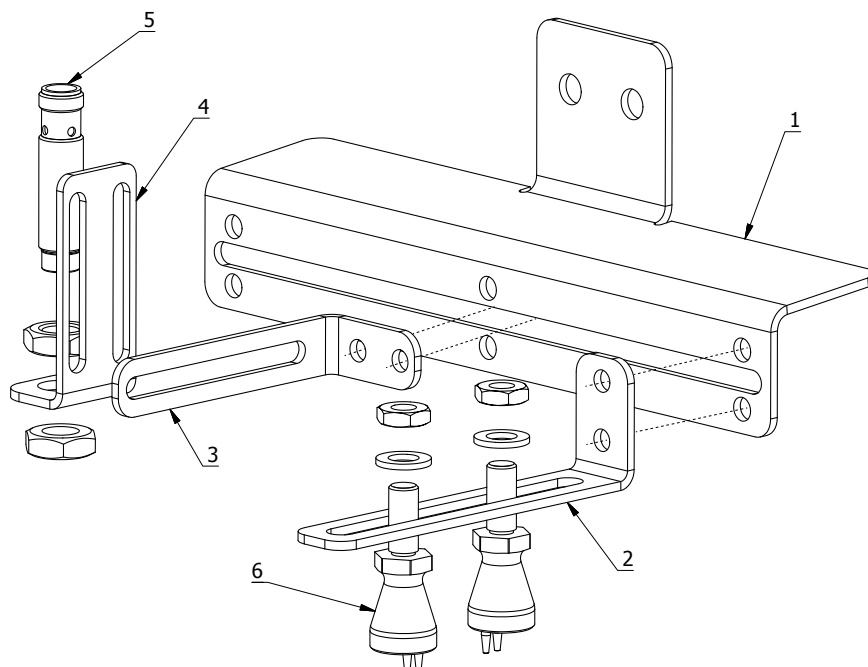

Fig. 9
Per fissare gli ugelli di proiezione, è possibile utilizzare il supporto fornito a questo scopo (→ fig. 9). Una volta fissato il supporto, è possibile regolare orizzontalmente solo la posizione degli ugelli di proiezione. Pertanto, la SKF raccomanda di simulare il posiziona-
- Posizionare e fissare la squadra degli ugelli (tre posizioni possibili) (→ fig. 9). Rispettare le distanze